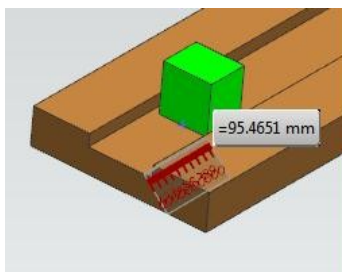

рис.49
- И тогда, как только анимация начнется, система сразу начнет мерять заказанное расстояние (рис.49). А на момент остановки по пересечению система зафиксирует кратчайшее расстояние, которое зеленое тело прошло без пересечения (рис.63).